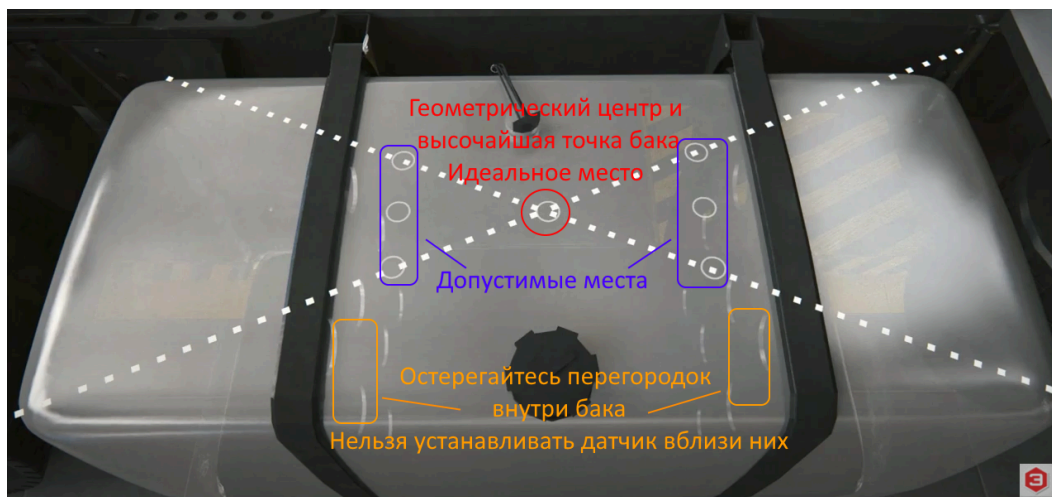
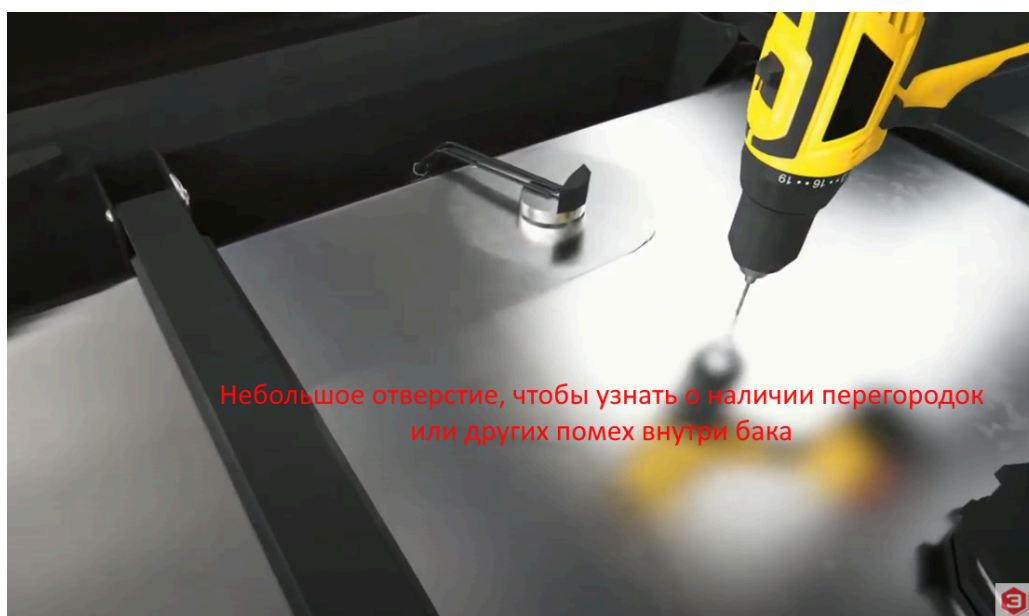

Рис. 31 Выбор места установки
Рис. 32 Сверление бака и последующее исследование бака на наличие перегородок
- **Найдите геометрический центр бака (Рис. 31) и просверлите отверстие в нем,** используя сверло **Ø3mm**. Затем, исследуйте при помощи куска отрезка жесткой проволоки бак на наличие в нем перегородок (**Рис. 32**);